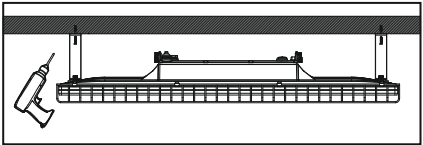
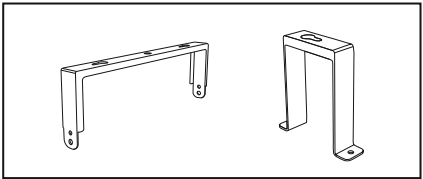

Рис. 2
Рис. 4
- 5.12.2 Подготовьте отверстия для винтов в потолке в соответствии с размерами монтажных кронштейнов или скоб типа лира (пример на рис. 4), после чего надежно закрепите осветительный прибор на потолке (рис. 2 и 3). **Внимание!** Монтажный кронштейн и монтажные скобы в комплект поставки не входят и приобретаются отдельно.